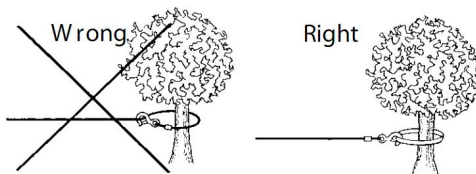

Figure 3
10. **Haak de staalkabel NOOIT terug aan zichzelf vast**, want daardoor kunt u de staalkabel beschadigen. Gebruik een nylon draagband (Afbeelding 3).